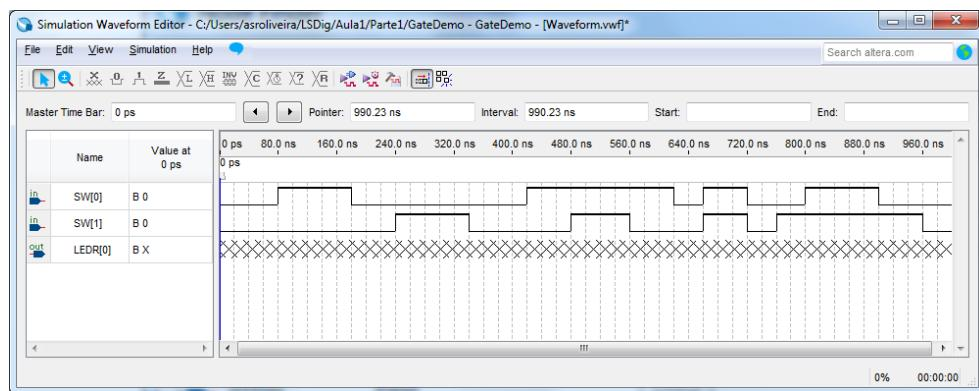

Figura 19 – Janela do simulador após a especificação das formas de onda dos sinais (vetores) de entrada.
**12.** Após premir “OK” poderá especificar os valores pretendidos para as entradas do circuito ao longo do tempo – o(s) valor(es) da(s) saída(s) será(ão) determinado(s) durante a simulação. Utilize para tal o rato, selecionando os troços do diagrama temporal do sinal pretendido com o valor lógico que deseja que ele assuma (Figura 19).